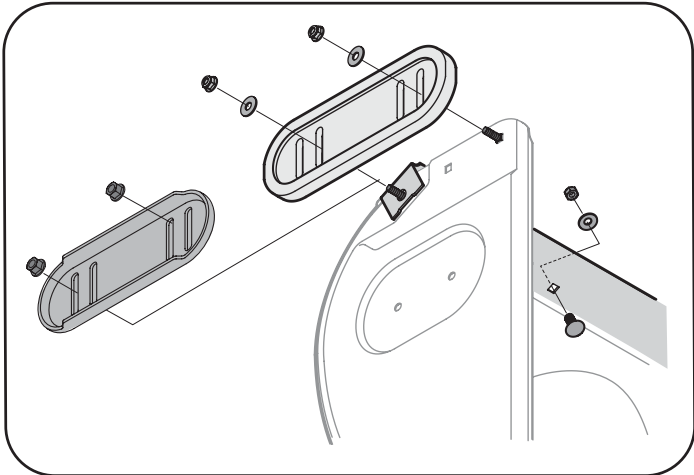

Figure 27
2. Remontez les nouveaux patins avec les boulons ordinaires, les rondelles (deux sur chaque côté) et les contre-écrous à embase. Voir la Figure 27.
2. Installez la lame plate neuve en vérifiant que la tête des boulons ordinaires, les rondelles se trouve à l'intérieur de l'habitacle. Serrez à fond. Voir la Figure 27.